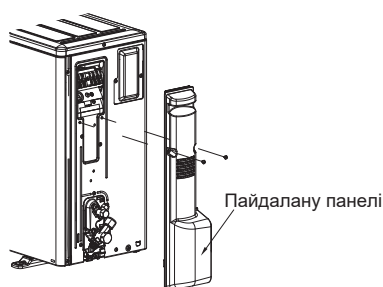

Fig. 4-3
4.3. Суық агент құбырлары (Fig. 4-3)